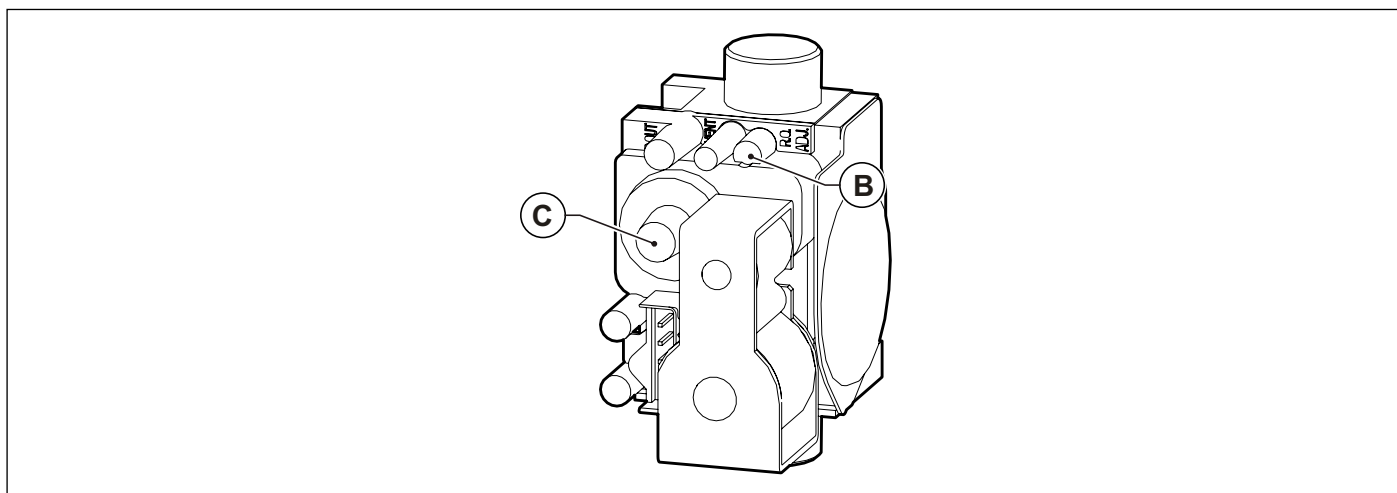

Fig. 24 Regolazione valore anidride carbonica
- Regolare il valore dell'anidride carbonica (CO2) nei fumi ruotando il regolatore di rapporto **B** (vedi Fig. 24 Regolazione valore anidride carbonica) e assicurarsi che rientri nei limiti della Tab. 12 Valori di CO2 nei fumi. Lasciare la caldaia in modalità spazzacamino e portarsi al passo successivo di regolazione alla potenza minima.
- Regolare il valore dell'anidride carbonica (CO2) nei fumi ruotando il regolatore di offset **C** (vedi Fig. 24 Regolazione valore anidride carbonica) e assicurarsi che rientri nei limiti della Tab. 12 Valori di CO2 nei fumi.